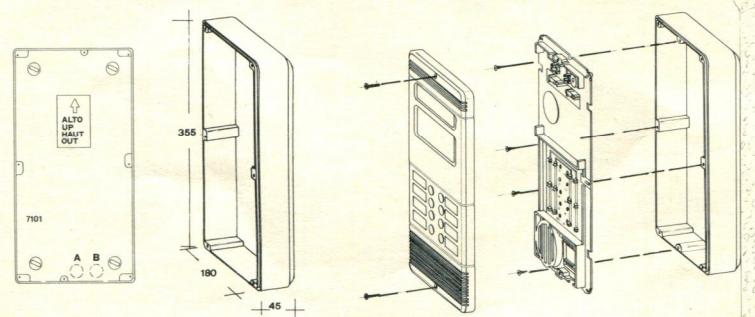

Fig. 10
**Versione da parete** di una singola custodia art. 7101 (vedi fig. 10 - 12 e foglio illustrativo a corredo della custodia).
Le Poste Exterieur PEP est pourvu d'objectif grand-angle de 6,5 mm et le champ visuel résultant est donné par la fig. 10.